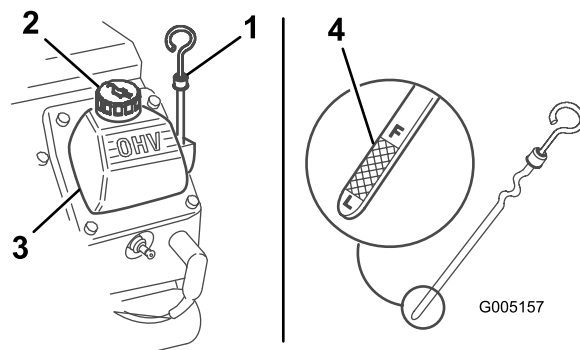

Figure 25
3. Nettoyez la surface autour de la jauge (Figure 25).
4. Sortez la jauge d'huile et essuyez soigneusement l'extrémité métallique (Figure 25).
5. Enfoncez la jauge complètement dans le tube (Figure 25).
7. Si le niveau d'huile est trop bas, nettoyez la surface autour du bouchon de remplissage et enlevez le bouchon (Figure 25).
8. Versez lentement une quantité d'huile suffisante dans le couvercle de culasse pour amener le niveau au repère du plein (F).
12. Enlevez le bouchon de remplissage (Figure 25) et versez lentement environ 80 % de la quantité d'huile spécifiée dans le couvre-culasse.
14. Faites l'appoint d'huile avec précaution pour faire monter le niveau jusqu'au repère maximum (F) sur la jauge.